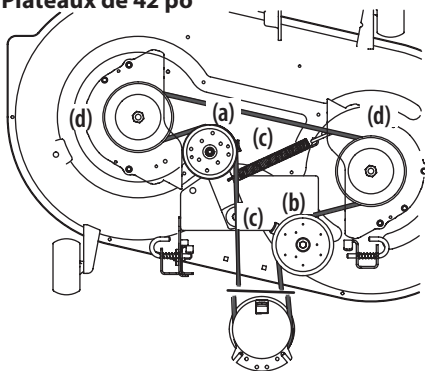
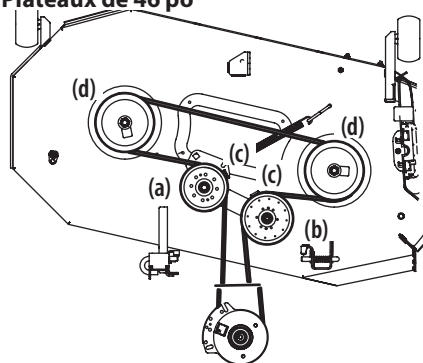
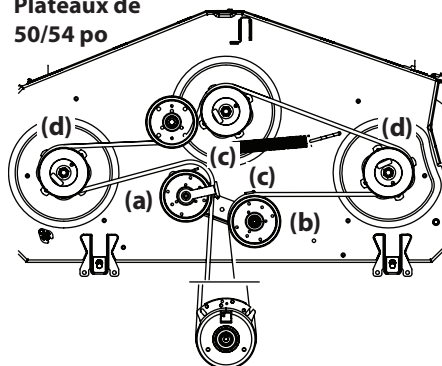
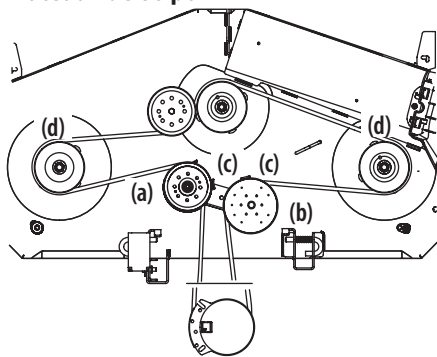

Figure 46
Figure 47
Figure 48
Figure 49
2. Desserrez, mais ne retirez pas le matériel du galet tendeur droit (a) et gauche (b). Consultez la Figure 46 pour les plateaux de 42 pouces, la Figure 47 pour les plateaux de 46 pouces, la Figure 48 pour les plateaux de 50 et 54, et la Figure 49 pour les plateaux 60 pouces.